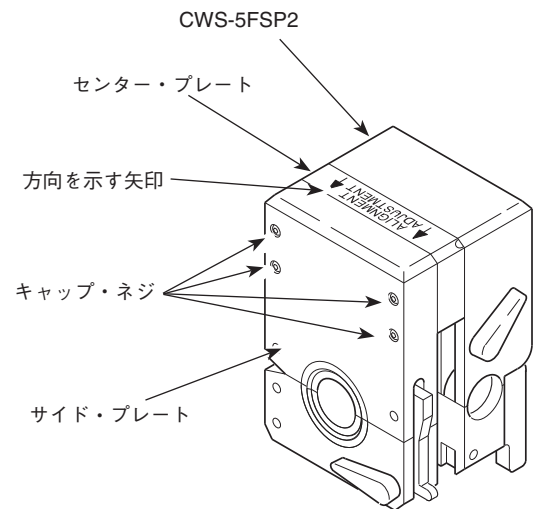

図 19：サイド・プレートを緩める
1. フィクスチャー・ブロックをひっくり返し、センター・プレート上の方向を示す矢印を見つけてください。この矢印は、適切なサイド・プレートを指し示しています。図 19 をご参照ください。
2. 付属品の 3/32 インチ・サイズの六角レンチを使用して、適切なサイド・プレートのキャップ・ネジ 4 本を緩めて、サイド・プレートをセンター・プレートから少し離します。図 19 を参照して、適切なサイド・プレートを確認します。